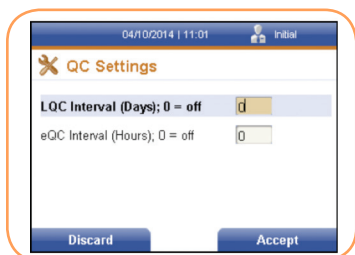

FIGURA 14
2. Pulse la tecla programable derecha para seleccionarlo. Configuración de CC (Figura 14)